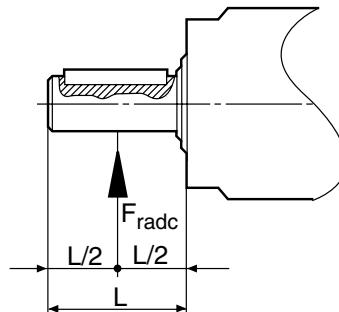

Fig 3: Kraften angriper i mitten.
- a. Kraften angriper i mitten på drivaxeln enligt fig 3.